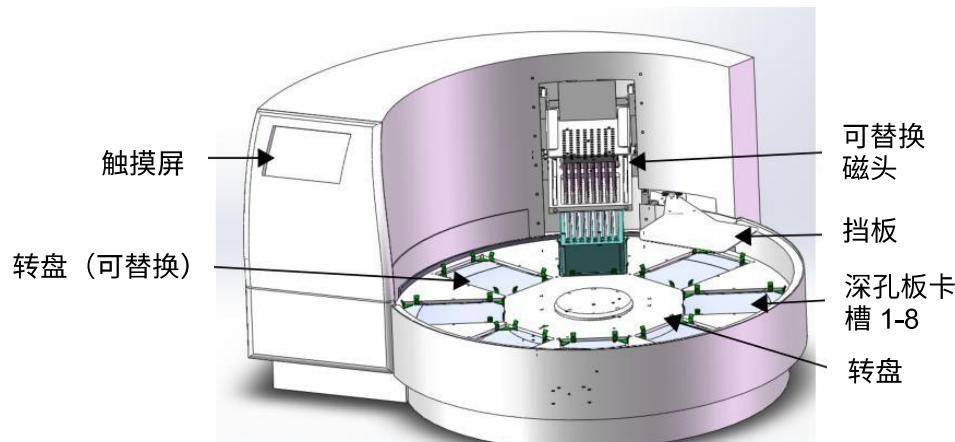
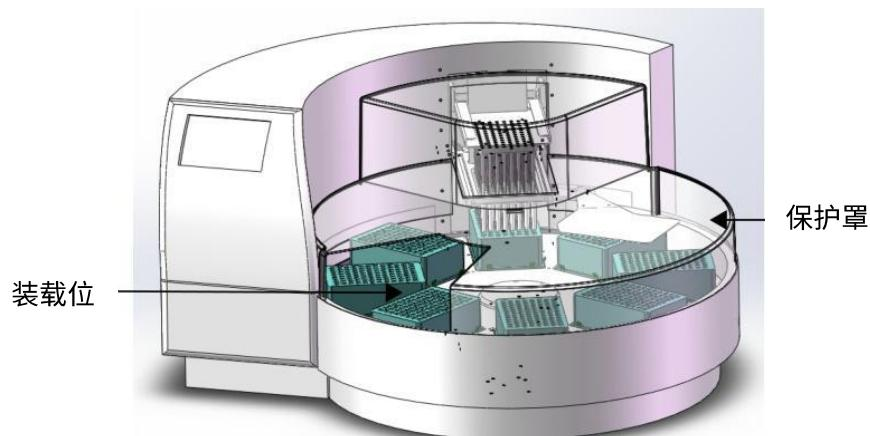

图 2-1. Purifier 24 前视图，无透明罩
图 2-2. Purifier 24 前视图，装载深孔板和保护罩
- 当仪器插入电源时，请不要打开除前门（图 2-2）以外的任何盖子。
**前视图** Purifier 24 的前视图，请见图 2-1 和图 2-2。
Purifier 24（图 2-1）有 8 个深孔板板位。磁棒套与深孔板相匹配。在各个步骤中，深孔板保持静止，唯一移动的组件是带有磁棒套和磁棒的磁头。磁头由两个垂直移动的平台组成。一个用于磁棒（24 根），另一个用于磁棒套。